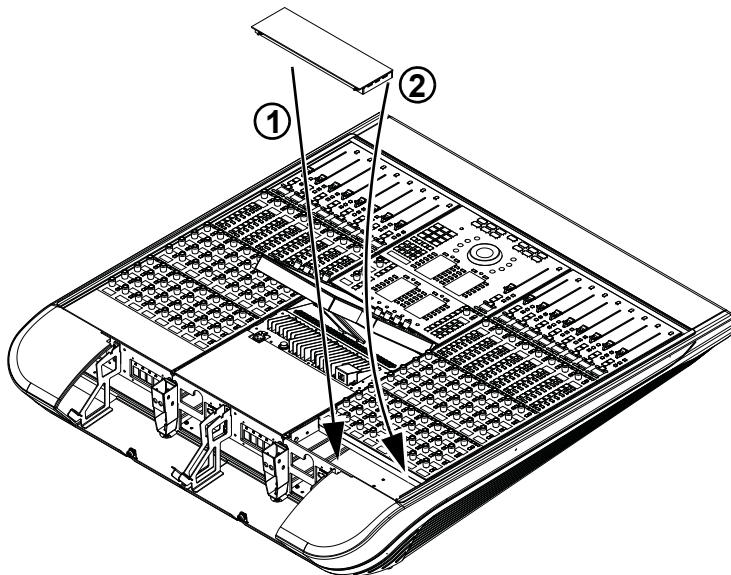

図 37. チャンネル・コンプレッション・パネルを設置する
- 3 パネルをある程度傾けて持ち、パネルのスプリング側をシャーシの背面に合わせ、スプリングが縮むように適度な力を加えてから、コンプレッション・パネルの前面の端を押し下げて、シャーシの上面にはめ込みます（図 37を参照）。